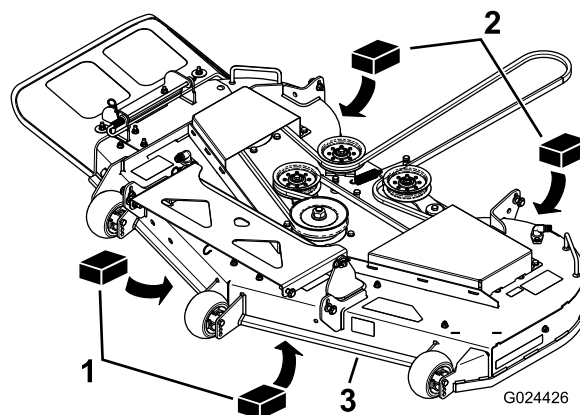

Figura 69
3. Coloque dois calços de 6,6 cm de espessura cada debaixo de cada lado da extremidade frontal da plataforma, mas não debaixo dos suportes do rolo antidanos (Figura 69).
4. Coloque dois calços de 7,3 cm de espessura cada debaixo da extremidade traseira da aba da plataforma de corte, um em cada lado da plataforma de corte (Figura 69).